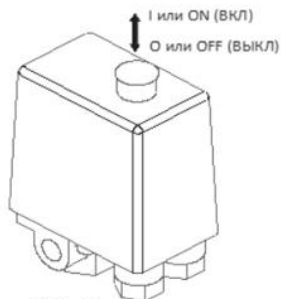

Рис. 6
1. Проверьте, чтобы выключатель на реле давления находился в выключенном положении «О» / «OFF» (Рис.6).
необходимо переключить выключатель в положение «I» или «ON» (Рис.6).
1. Выключите компрессор выключателем на реле давления. Для этого необходимо переключить выключатель в положение «О» или «OFF» (Рис. 6). После этого остановится электродвигатель и произойдет сброс давления из нагнетательного воздухопровода и поршневого блока.